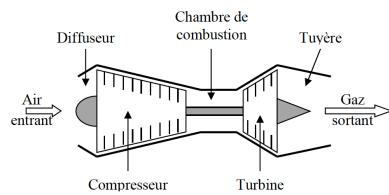

Figure 12 - Schéma de principe d'un turboréacteur simple flux
Pour leur propulsion, les avions sont équipés majoritairement de réacteurs. Cette dénomination usuelle désigne en fait des turboréacteurs qui appartiennent à la catégorie des turbomachines encore appelées générateurs ou turbines à gaz. Les turbomachines présentent plusieurs avantages par rapport aux moteurs à pistons, avec notamment un rapport puissance-poids environ trois fois supérieur. En effet, le nombre de pièces mobiles est réduit et leur mouvement est très simple, ce qui permet de les alléger. Ces machines sont inégalables lorsque de grandes puissances sont requises avec des contraintes d'espace ou de poids. Leur inconvénient majeur est que leur efficacité et leur réactivité chutent très rapidement à faible puissance : ils ne sont donc pas adaptés au domaine automobile par exemple. Les constituants principaux d'un turboréacteur sont un compresseur, une chambre de combustion et une turbine. Dans cette partie on étudie un turboréacteur dit simple flux (figure 12) pour lequel le gaz entrant dans le réacteur passe dans un diffuseur pour en diminuer la vitesse avant d'être comprimé par le compresseur. Le gaz comprimé arrive dans une chambre de combustion où il est chauffé avant d'être détendu partiellement dans la turbine qui fournit la puissance nécessaire au compresseur. En sortie de turbine, le gaz reste à une pression relativement élevée par rapport à la pression extérieure et il est détendu dans une tuyère, ce qui permet de l'accélérer : c'est cette accélération qui permet la propulsion de l'avion.
16. En considérant un réacteur positionné horizontalement avec son entrée à gauche comme indiqué sur la figure 12, représenter qualitativement le vecteur de la force exercée par l'air sur l'avion $\vec{F}_{\text{air} \rightarrow \text{avion}}$ ainsi que les vecteurs \vec{v}_e et \vec{v}_s dans le référentiel du réacteur. Comparer les normes v_e et v_s des vecteurs vitesses pour que la force exercée par l'air sur l'avion soit propulsive.